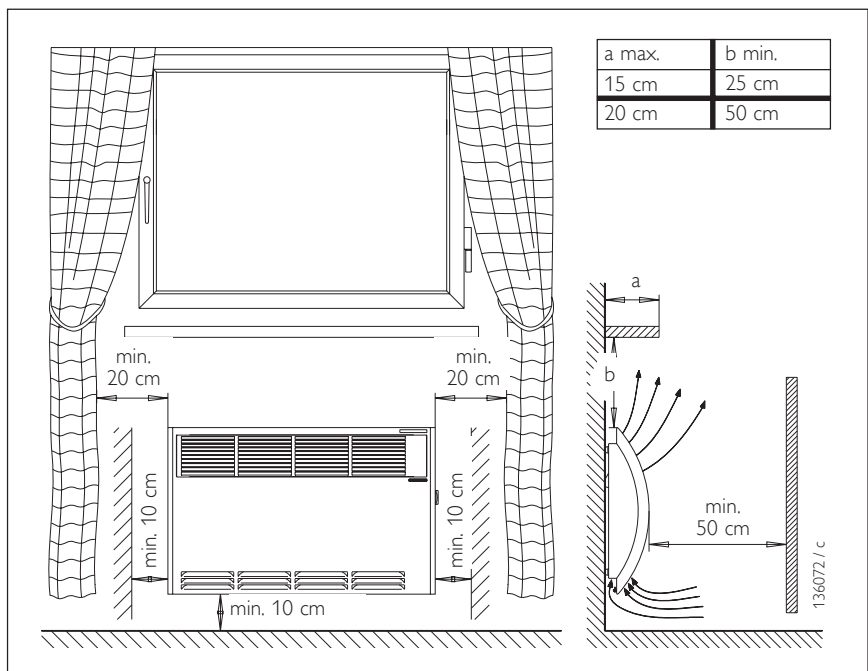

Abb. 5 / Fig. 5 / Afb. 5
Aus diesem Grund dürfen die Mindestabstände (Abb. 5) nicht unterschritten werden.
– Siehe Angaben in Abb. 5.
For this reason, the minimum distances must be strictly observed (Fig. 5).
- see details in Fig. 5.
C'est pour cette raison que les cotes minimales (fig. 5) sont à respecter scrupuleusement.
- cf. indications dans la fig. 5.
Om deze reden moeten de minimumafstanden (afb. 5) worden nageleefd.
- zie gegevens in afb. 5.